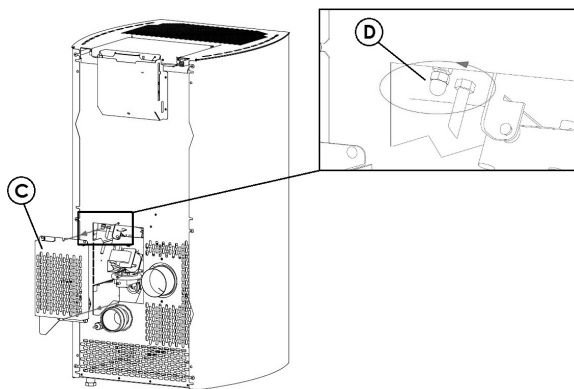

Fig. 33 - Usunięcie obudowy
- Usunąć obudowę kontrolną "C" po tylnej stronie pieca (patrz **Fig. 33**).